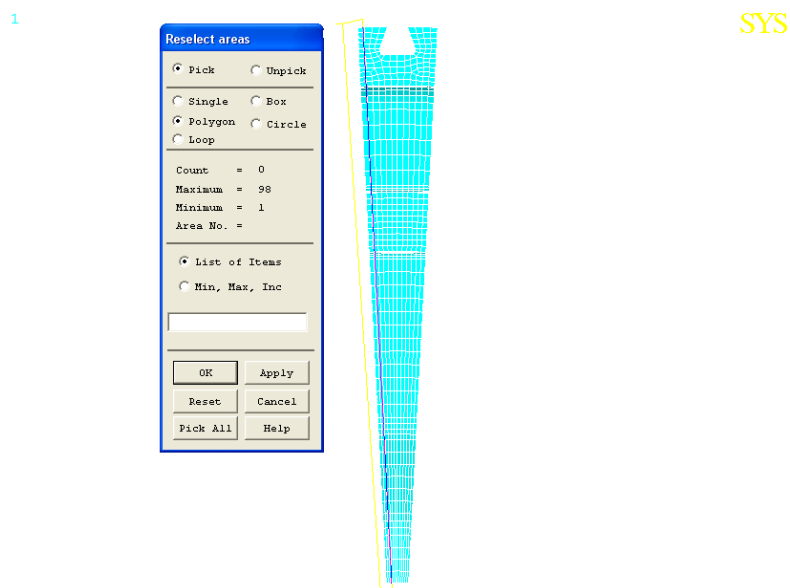

Рис. 7.22. Выбор поверхностей операцией Polygon
1) Выберите поверхности, принадлежащие противоположным граням сектора: **UM** → **Select** → **Entities** → **Areas** → **By NumPick**; Используйте операцию Polygon (см. рис. 7.22) – укажите четыре угла полигона, все попавшие внутрь поверхности будут выбраны.